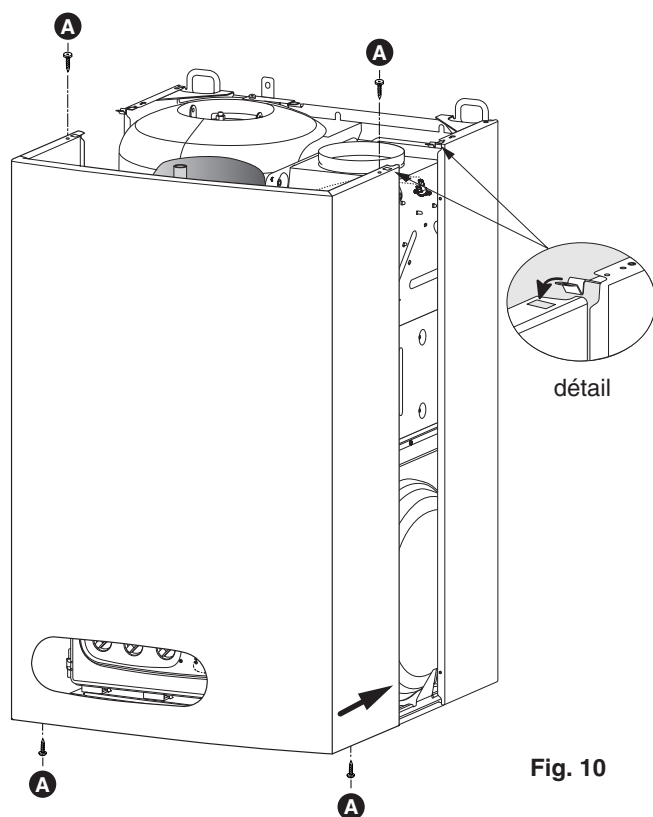

Fig. 10
- de clips verwijderen (détail - fig. 10)
- plaats de bekleding (fig. 10)